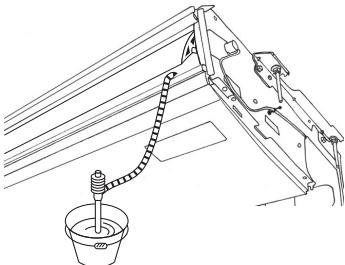

Fig. 5-3
- Fest skjøtemuffen ⑤ som følger med enheten, til avløpsåpningen på enheten med vinylklorid-lim.
- Fest muffedekselet ⑥ som følger med enheten, til skjøtemuffen ⑤.
- Fest det lokale avløpsrøret (VP-20) til skjøtemuffen ⑤ med vinylklorid-lim.
- Dekk til med dekselet til avløpsrøret ⑦ som følger med enheten. (Tape sømmene.)
- ① Dreneringsspanne
② Avløpsrør
③ Muffedeksel ⑥
④ Skjøtemuffe ⑤
⑤ Deksel til avløpsrør ⑦
⑥ Innføringslengde 37 mm
- Kontroller at avløpet fungerer. (Fig. 5-3)